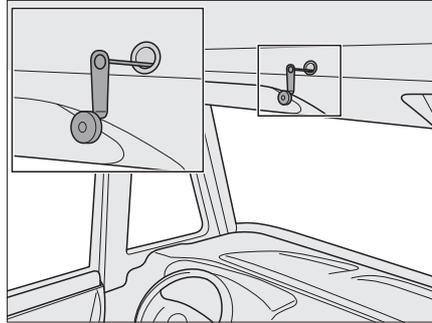

Bild 125 Notbedienung für elektrisches Hubbett
- ▷ Bei Stromausfall kann das elektrische Hubbett auch mit einer Notkurbel (Bild 125) bedient werden. Diese befindet sich in der Küchenzeile.